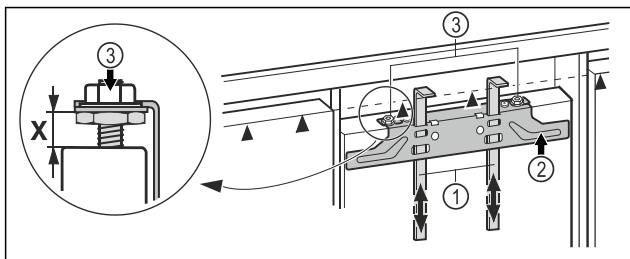

Fig. 44
- ▶ Presuňte montážne pomôcky Fig. 44 (1) hore do výšky nábytkových dvier. Dolná hrana dorazu ▲ montážnej pomôcky = horná hrana montovaných nábytkových dvier.
- ▶ Odskrutkujte upevňovaciu traverzu Fig. 44 (2) nad poistnými maticami Fig. 44 (3).